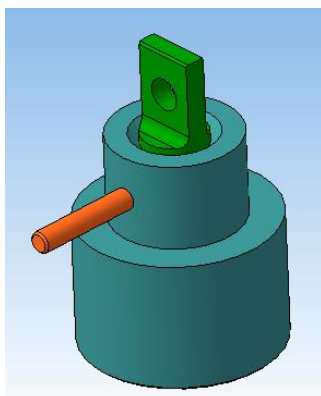

Рисунок 63.
18. В результате получается сборка (рисунок 63).